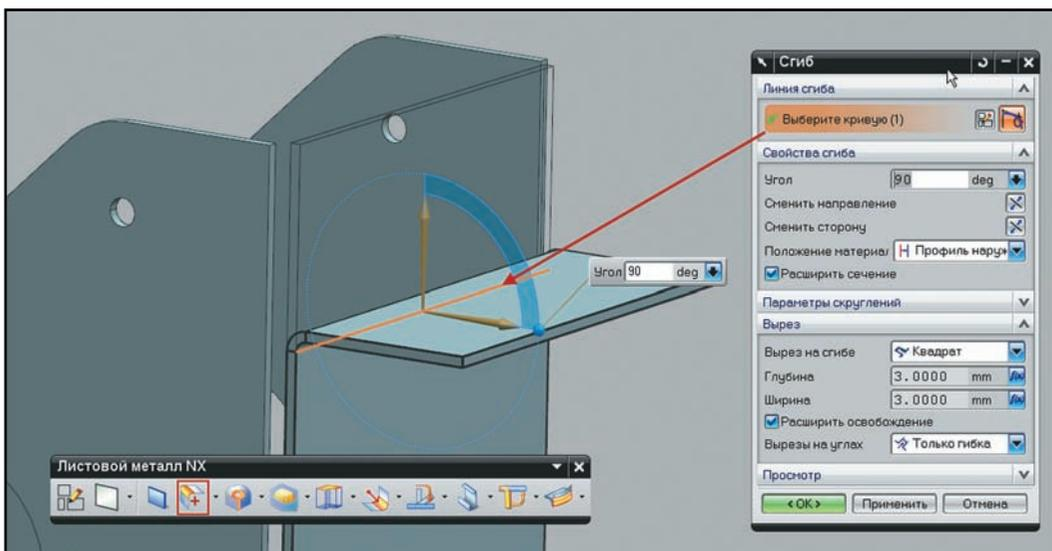

Рисунок 5.32. Создание сгиба
- На вкладке **Свойства сгиба (Bend Properties)** задайте желаемые параметры и завершите построение нажатием кнопки **ОК** (рис. 5.32).